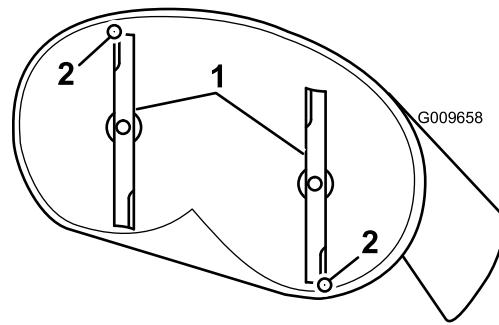

Figura 53
5. Mida entre la punta de la cuchilla delantera y la superficie plana y entre la punta de la cuchilla trasera y la superficie plana (Figura 53). Si la punta de la cuchilla delantera no está entre 1.6 y 7.9 mm más baja que la punta de la cuchilla trasera, ajuste la contratuerca delantera.
8. Compruebe la inclinación longitudinal de nuevo después del ajuste. Siga ajustando la tuerca hasta que la punta de la cuchilla más avanzada esté entre 1.6 y 7.9 mm (1/16 y 5/16 pulgada) más baja que la punta de la cuchilla más atrasada (Figura 53).
4. Gire cuidadosamente las cuchillas colocándolas en el sentido de avance de la máquina (Figura 53).